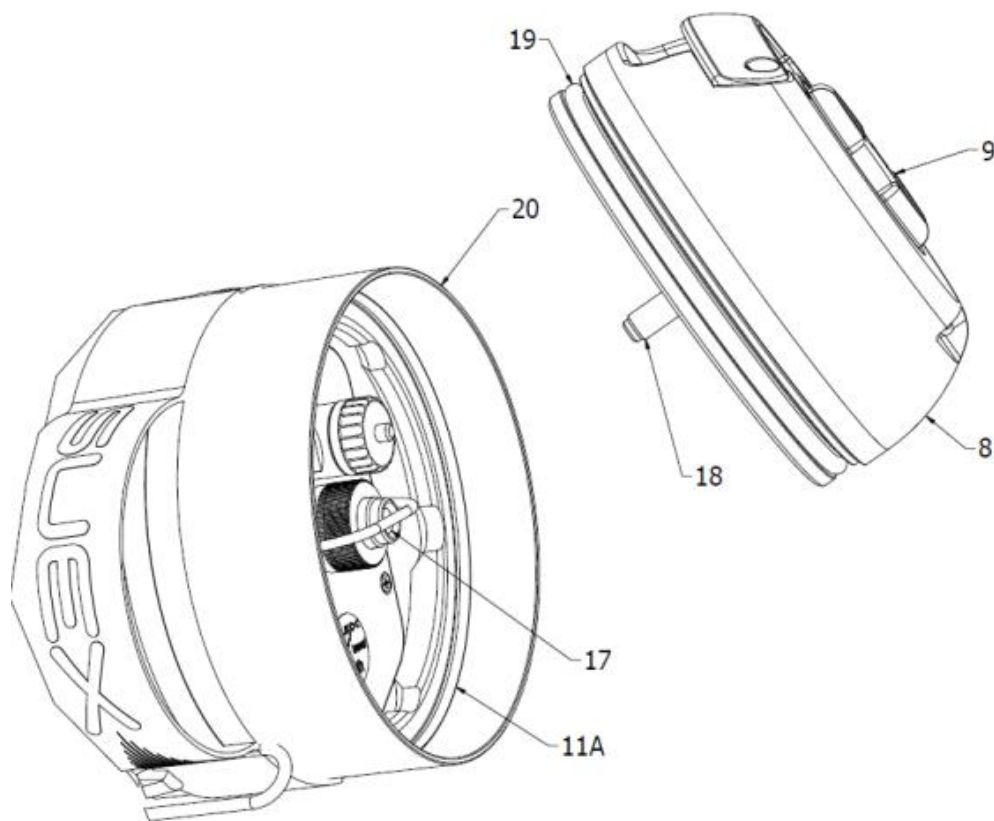

Fig.6
Sempre con lo Scooter in posizione verticale sulla protezione, controllare attentamente che la guarnizione OR di chiusura (19) (fig.6), sia inserita nella propria sede, pulita ed adeguatamente lubrificata con olio di vaselina. Verificare la pulizia anche della sede del corpo (20), eventualmente passare un panno in microfibra pulito per eliminare polvere o sabbia. Inserire la calotta di prua (8) facendo combaciare la vite (18) con il foro (17). Ruotare in senso orario il volantino (9) fino a chiusura completa senza stringere troppo usando la sola forza di due dita.